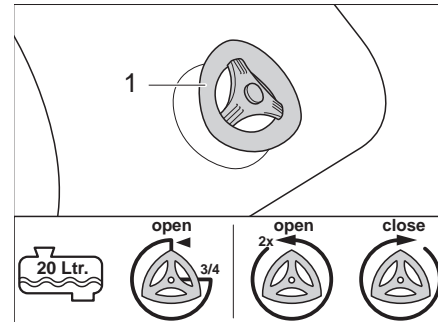

Bild 241 Ablasshahn
- 1/2 voll oder weniger: Den Ablasshahn (Bild 241,1) eine 3/4-Umdrehung gegen den Uhrzeigersinn drehen.
- 3/4 voll und mehr: Den Ablasshahn (Bild 241,1) 2 Umdrehungen gegen den Uhrzeigersinn drehen.
- Ablasshahn (Bild 241,1) im Uhrzeigersinn schließen.